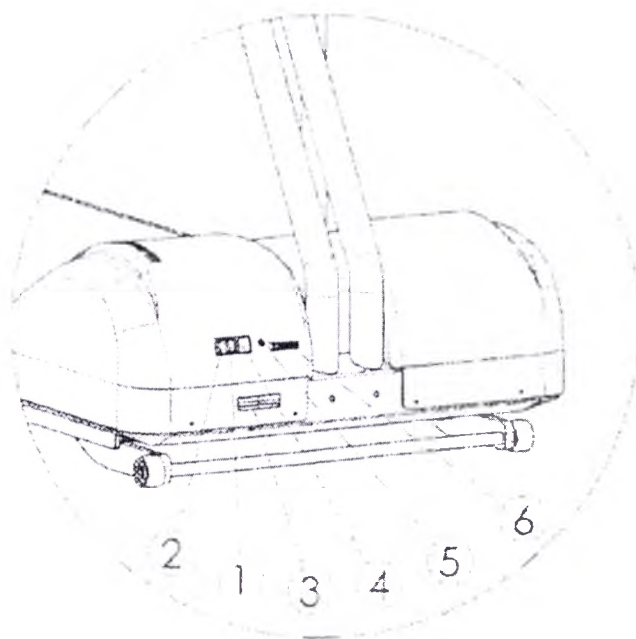

Рис. 2
- Включите прибор, используя кнопку On/Off (рисунок 2)